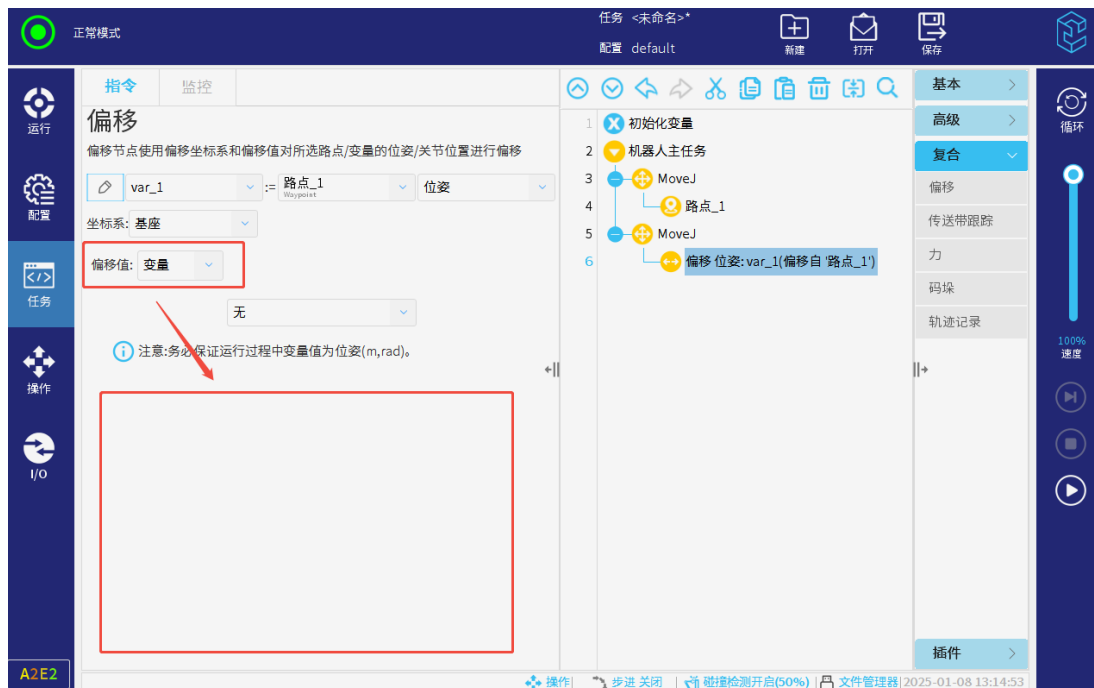

图 3-122: 偏移值为任务变量时的数据展示
- 同样，若偏移值为任务变量，任务未运行时数据未被赋值，而运行时变量时而发生变化，故偏移值为任务变量时，偏移前后的数据也不展示，如图 3-122 所示。